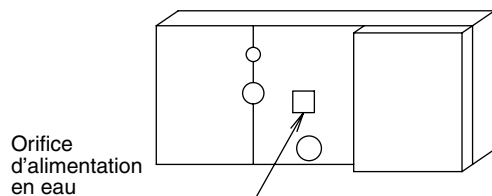

Fig. 13
(2) La pose des tuyaux terminée, vérifiez que l'évacuation s'effectue régulièrement.
- Ouvrez le port d'alimentation en eau, ajoutez lentement environ 1 litre d'eau dans le bac d'évacuation et vérifiez le flux d'évacuation. (**Reportez-vous à la Fig. 13**) L'accumulation d'eau peut boucher les tuyaux d'évacuation.